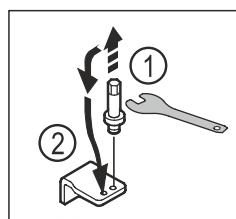

Fig. 22
- ▶ Čap dolnej ložiskovej kontroly vyskrutkujte vonkajším kľúčom na šesťhrannú maticu SW5. Fig. 22 (1)
- ▶ Nasadte čap na opačnú stranu. Fig. 22 (2)